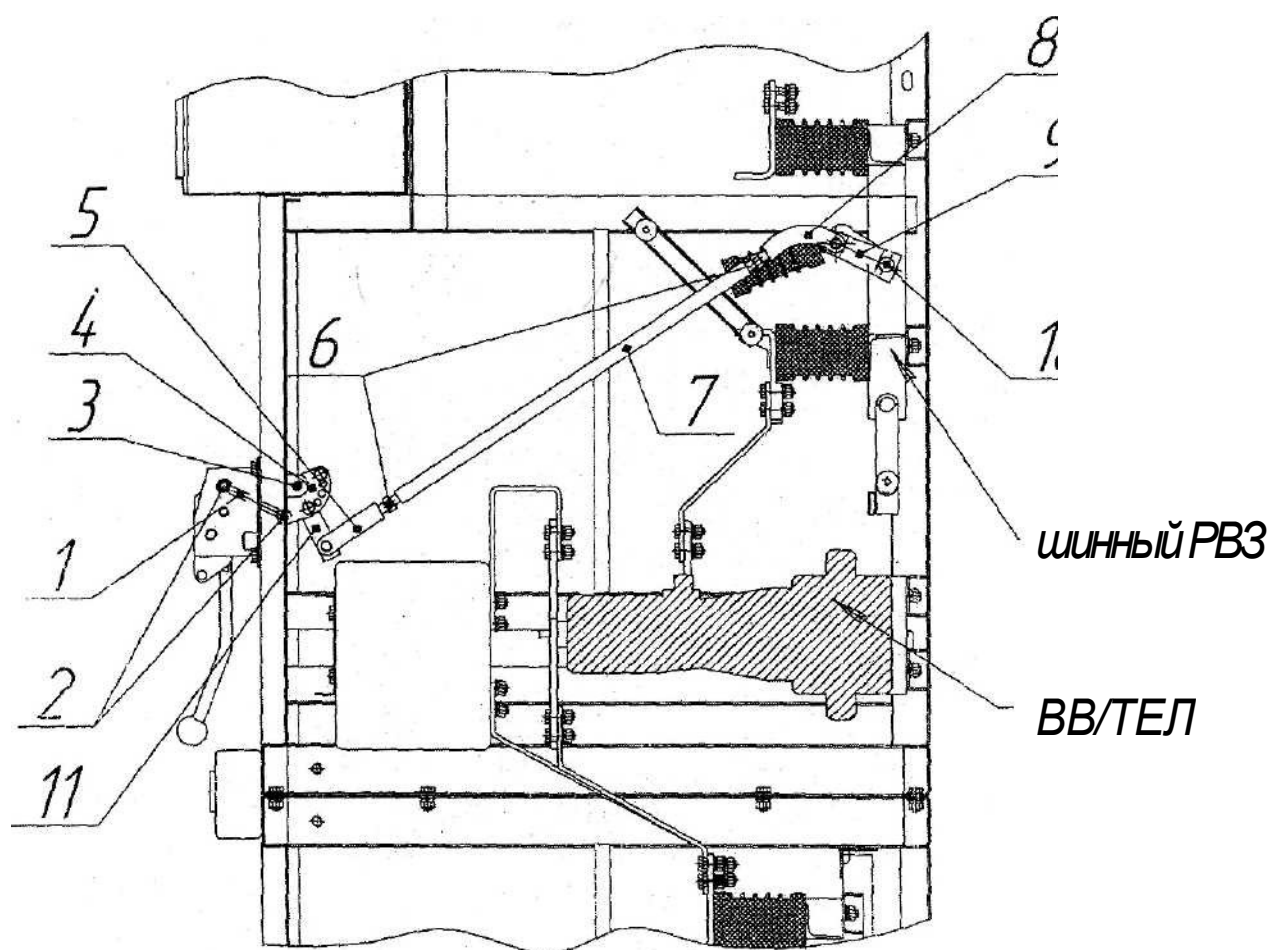

Рис. 9 Регулировка привода разъединителя
8.8. При монтаже разъединителя дистанционная передача с помощью шпильки 1 (рис. 9) и резьбовых втулок 2 отрегулирована таким образом, что включенному положению ножей разъединителя соответствует крайнее положение поднятой вверх рукоятки привода, а отключенному положению ножей разъединителя - крайнее положение опущенной вниз рукоятки привода ПР.